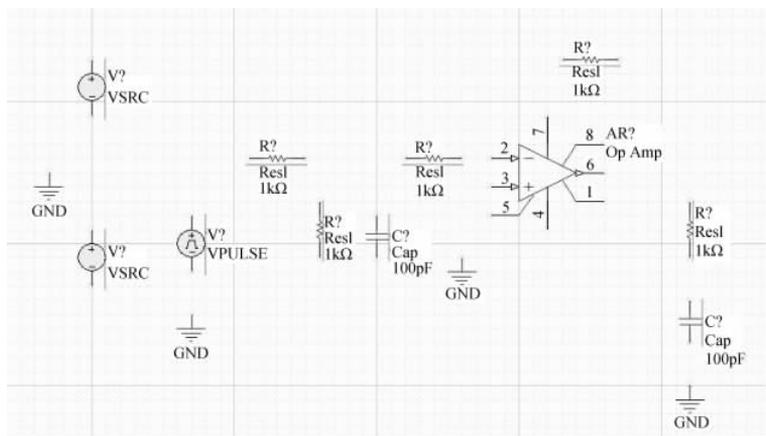

图 3-37 放置元器件和信号源
(1) 从 Miscellaneous Devices.IntLib 库中分别找到名为 Res1 的电阻元器件、名为 Cap 的电容器件、名为 Op Amp 的运算放大器(必须选择 Model Type 为 Simulation 的元器件),并将其按照图 3-37 所示的位置分别进行放置。
(2) 从 Simulation Sources.IntLib 库中找到名为 VSRC 和 VPULSE 的元器件,并依照图 3-37 所示的位置进行放置。
(3) 单击 AD 主界面下工具栏内的  按钮,将 GND 按照图 3-37 所示的位置进行放置。